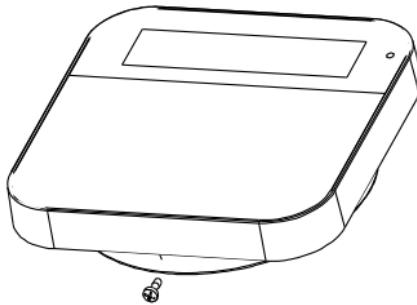

Figure 3
- Serrez la vis du boîtier au bas du cache avant (reportez-vous à la Figure 3).
4. Retirez les piles et remplacez-les par des piles neuves. Veillez à respecter les polarités (reportez-vous à la Figure 3).